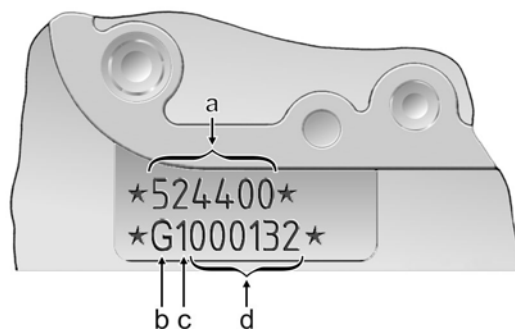

Рис.1.2. Пример нанесения идентификационного номера двигателя ЗМЗ-524400:
1.3. Идентификационный номер двигателя ЗМЗ выбит в две строчки на необработанной поверхности площадки (рис.1.2), расположенной с правой стороны блока цилиндров в верхней части переднего торца.